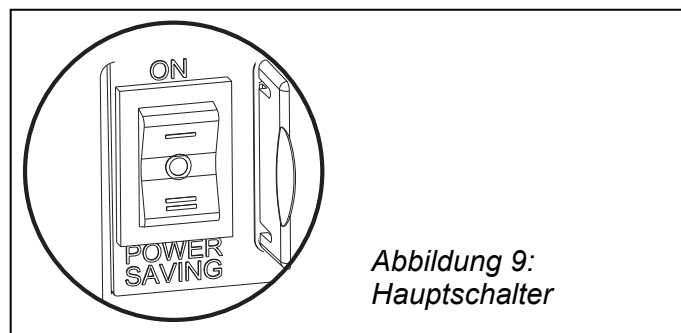

Abbildung 9:
Stellen Sie den Hauptschalter (Abbildung 9) auf die Position I ("ON") oder II ("Energiesparen"). Wenn sich der Stromschalter in Position II befindet, wird die Batterie bei einer Last unter 40 W geschont. Der AC Master befindet sich dann im Scan-Modus und schaltet sich ein, wenn er eine Last entdeckt. Wenn der AC Master sich einschaltet, ertönt ein kurzer Piepton.
Stellen Sie den Hauptschalter (Abbildung 9) auf die Position O ("OFF"). Bitte beachten Sie, dass ein Abschalten des AC Master nicht die Verbindung zu den Batterien trennt!
1. Stellen Sie den Hauptschalter in die Position 0 ("OFF") (Abbildung 9).